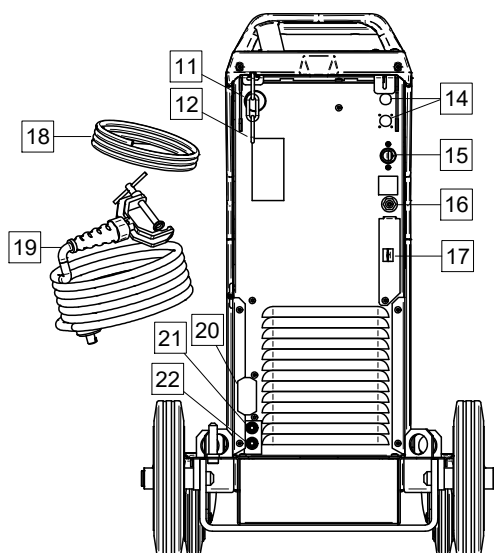

Figura 5
- De nuevo, pulsando el botón izquierdo [40], el indicador de programas de soldadura (41 o 42) pasará al siguiente programa en la secuencia mostrada en la Figura 5.